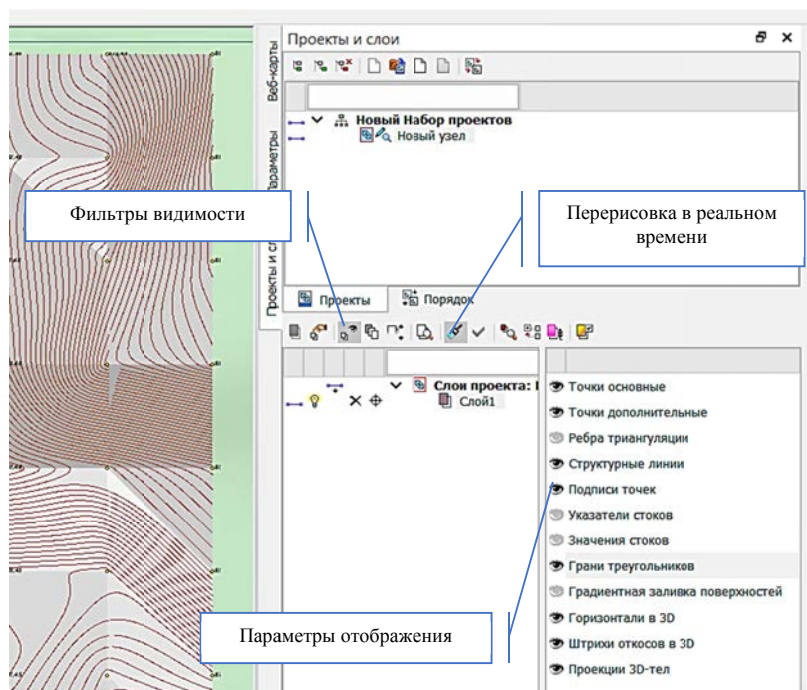

Рис. 7.11. Настройка отображения данных построенной поверхности
10. Настройте видимость отображения созданной поверхности с помощью локальной панели **Проекты и слои** (рис. 7.11). Для слоя, хранящего поверхность, настройте через **Фильтры видимости** отображение необходимой информации. Используйте функцию **Перерисовка в реальном времени**.